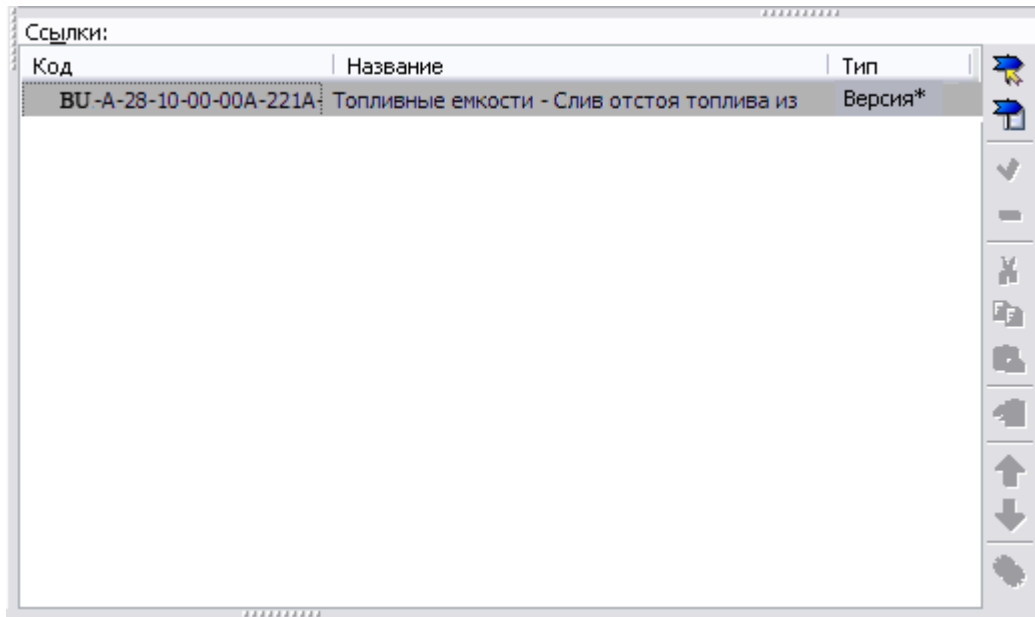

Рис. 7.57
2. Установите ссылку на **версию** модуля данных технологической карты. После этого станет активна кнопка  (Рис. 7.57). У нее изменится название на «Загрузить предварительные требования из выбранного модуля данных».